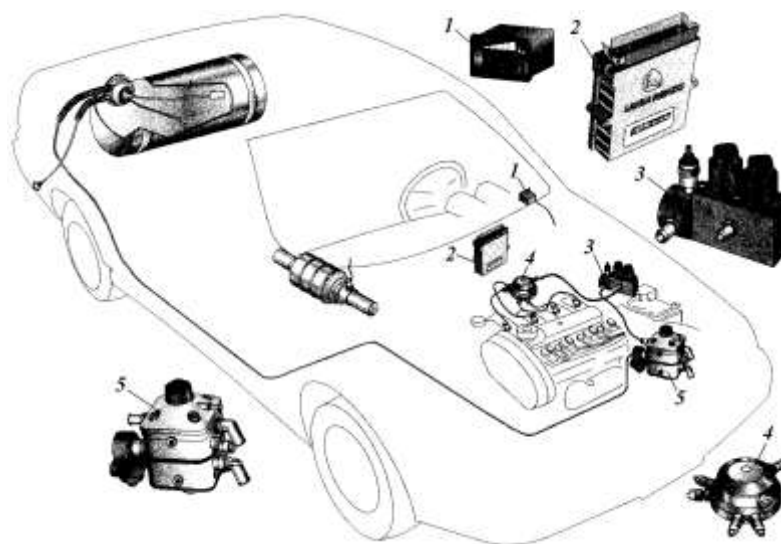

Рис. 2. Расположение на автомобиле элементов системы впрыска газа
*Опираясь на рис. 2, установите соответствие:*
16. ЭЛЕКТРОННЫЙ БЛОК УПРАВЛЕНИЯ (ЭБУ) НА РИС. 2